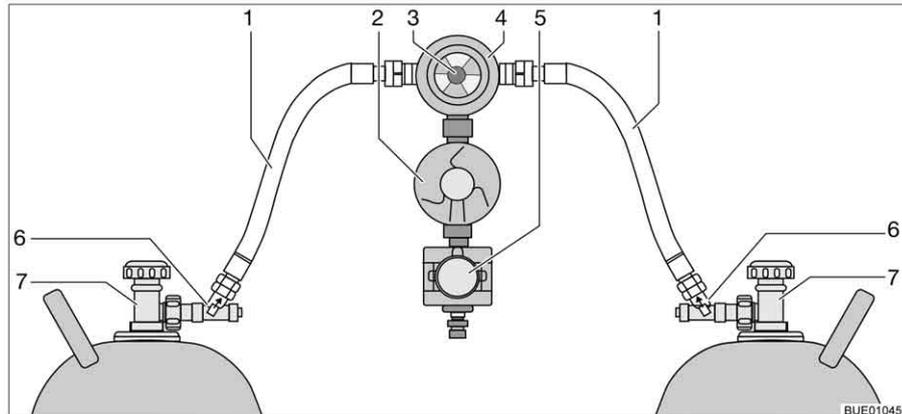

Bild 127 Crash-Protection-Unit-Umschaltanlage
Die Crash-Protection-Unit besteht aus zwei Durchflussbegrenzern mit manueller Entriegelung (Bild 127,6), einem Umschaltventil (Bild 127,4) mit Druckregler (Bild 127,2), einem Elektroventil (Bild 127,5) und der Bedieneinheit mit dreifarbigem LED. Das Umschaltventil ist zwischen den beiden Gasschläuchen (Bild 127,1) montiert.
Mit dem Drehknopf (Bild 127,3) am Umschaltventil lässt sich bestimmen, welche der Gasflaschen als Betriebsflasche und welche Gasflasche als Reserveflasche verwendet wird.
An der Bedieneinheit (Bild 128) können nur die elektrischen Funktionen geschaltet werden. Die Haupt-Absperrventile der Gasflaschen (Bild 127,7) und die Entriegelungen (Bild 127,6) müssen von Hand geöffnet werden.
- Haupt-Absperrventile an den Gasflaschen (Bild 127,7) öffnen.
- Entriegelungen (Bild 127,6) nacheinander 10 Sekunden lang drücken.
- Mit dem Drehknopf (Bild 127,3) am Umschaltventil (Bild 127,4) die Gasflasche wählen, der vorrangig das Gas entnommen werden soll (Betriebsflasche).
- Haupt-Absperrventile an den Gasflaschen (Bild 127,7) schließen.